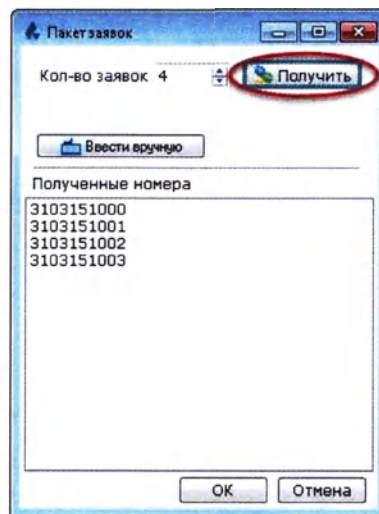

Рисунок 2.89
4. Зарезервируйте у ЛИС свободные номера заявок, для этого нажмите кнопку «Получить». Полученные номера появятся в окне (Рисунок 2.89):